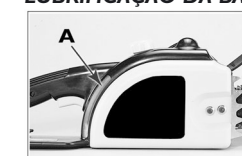

Fig. 8
O nível do depósito de óleo pode ser verificado através da janela de inspecção (A) existente do lado direito da serra. O depósito está cheio quando o óleo se encontra no cimo da abertura (Fig. 8).